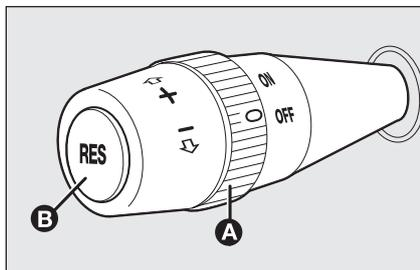

fig. 73
Ruotare la ghiera **A-fig. 73** in posizione **ON**.
- ruotare la ghiera **A-fig. 73** su **ON** e premendo il pedale dell'acceleratore portare la vettura alla velocità desiderata;
Ruotare la ghiera **A-fig. 73** su **OFF** o la chiave di avviamento in posizione **STOP**. Il dispositivo viene inoltre automaticamente disinserito in uno dei seguenti casi: